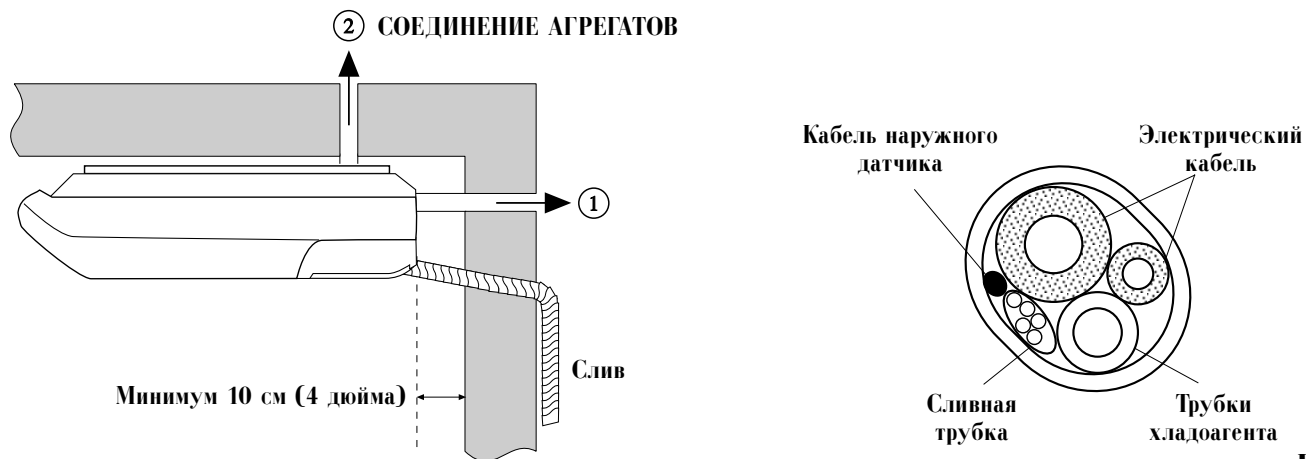

Рис. 1
- Трубопроводы, соединяющие внутренний и наружный агрегаты, могут быть выведены в любом из двух направлений, показанных на рис. 1.